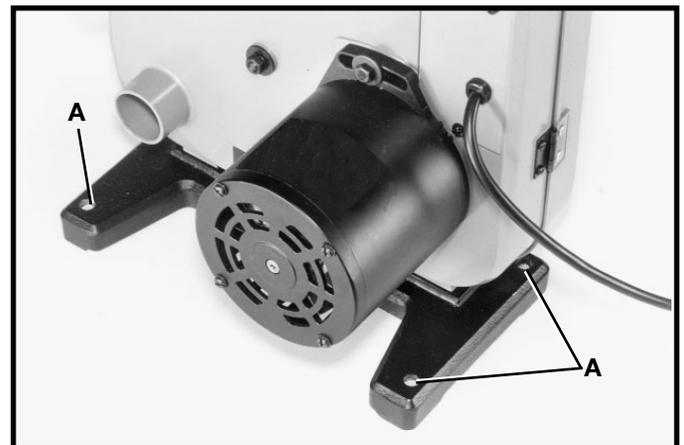

Fig. 14
Si pendant le fonctionnement, la scie à ruban a tendance à se renverser, glisser ou se déplacer sur la surface portante, la scie à ruban doit être fixée à la surface portante. Quatre trous sont prévus à cette fin dans la base de la scie, trois desquels sont illustrés par (A) fig. 14.